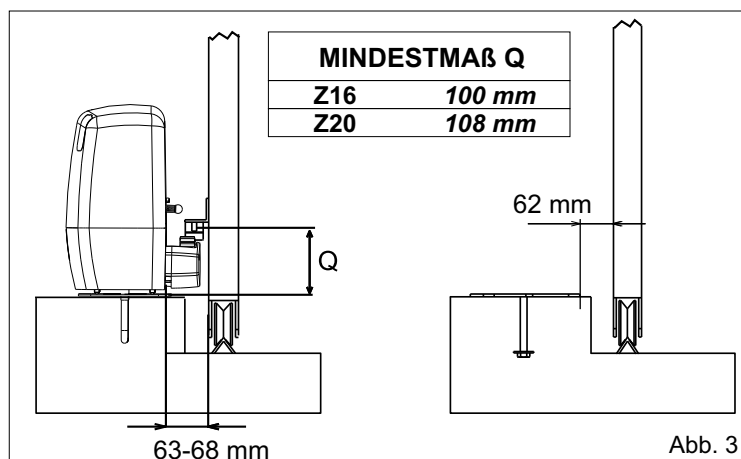
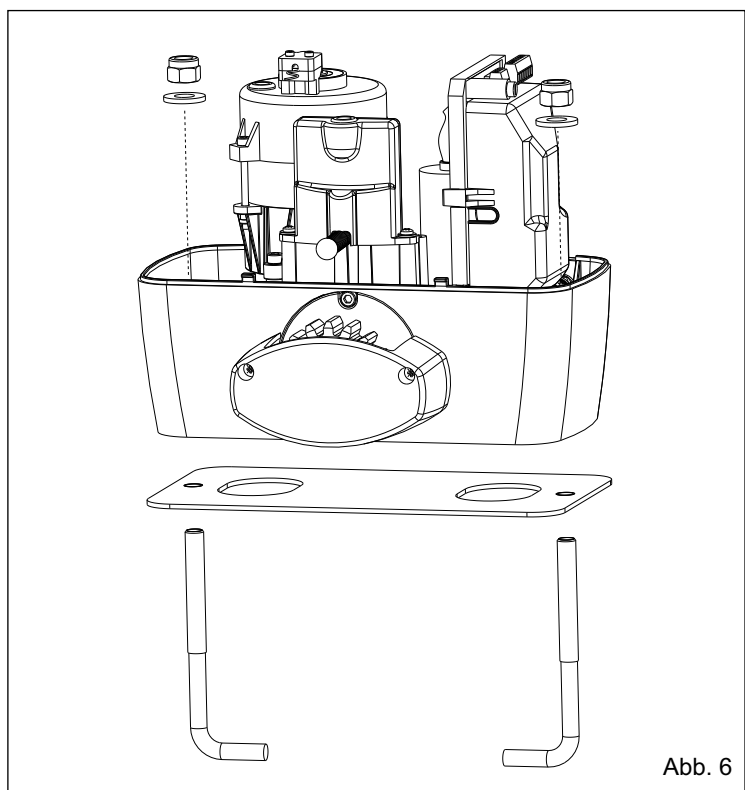

Abb. 3
Abb. 6
2.3. Sich vergewissern, dass die Verankerungsplatte genau horizontal positioniert ist und dass der Abstand von 63-68 mm, wie in Abb.3, eingehalten wurde.
4.2. Den Antrieb mit Hilfe der 2 mitgelieferten Bolzen an der Grundplatte befestigen und dabei die seitliche Position (Abb.6) nach den in Abb. 3 angegebenen Maßen regulieren.